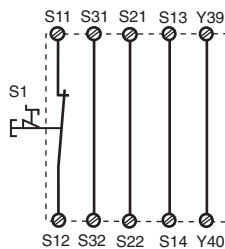
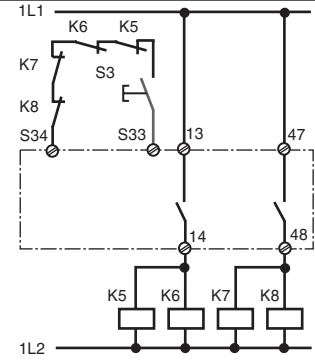

Fig. 2: Circuito de entrada monocal, automat. rearme/Circuito di entrata monocale, start automat./Eenkanalig ingangscircuit, automatische start
Fig. 10: como la Fig. 9 con rearme supervisado/come fig. 9 con start controllato/ Zoals fig. 9 met bewaakte start
En las fig. 2... a fig. 10 se presentan ejemplos de conexión posibles; paro de emergencia. Los cortocircuitos a través del paro de emergencia también son detectados. Por favor tenga en cuenta:
- Fig. 2 y 7: S33-S34 **no** conectado
In fig. 2 ... fig. 10 sono riportati degli esempi di collegamento per il cablaggio di arresto d'emergenza con start automatico e manuale, per il comando delle porte di sicurezza, nonché per la moltiplicazione dei contatti mediante relè esterni. Nota bene:
- Fig. 2 e 7: **nessun** collegamento S33-S34
In fig. 2 ... 10 worden aansluitvoorbeelden gegeven van noodstopshakelingen met automatische en bewaakte start, hekbewakingen en contactvermeerdering d.m.v. externe magneetschakelaars. Let op:
- Fig. 2 en 7: **geen** verbinding S33-S34